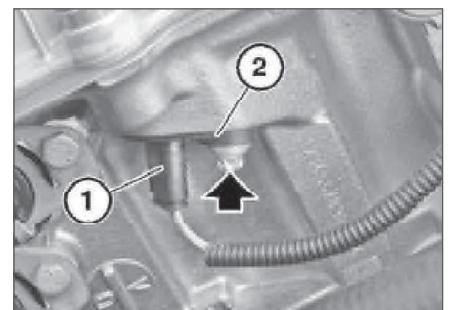

Рис. 10.9. Датчик впускного распределительного вала
Датчик (1, рис. 10.9) положения впускного распределительного вала установлен в головке блока цилиндров, его замену необходимо проводить в следующем порядке. Считать коды неисправностей, выключить зажигание и, при необходимости, снять панель с радиатора. Расфиксировать и отсоединить ШС от датчика, вывернуть болт (2) и снять датчик.